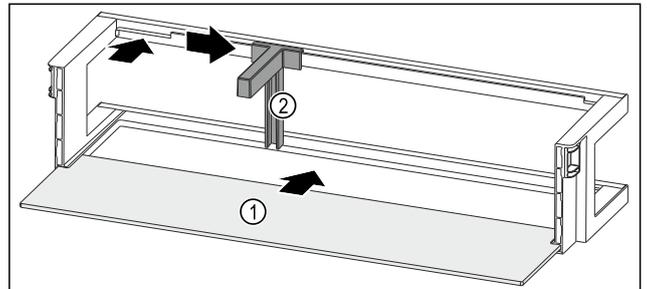

Fig. 114 Türabsteller mit Abstellfläche
- ▶ Abstellfläche Fig. 114 (1) in die seitlichen Einsparungen einschieben.
- ▶ Flaschenhalter Fig. 114 (2) in die Aussparung einsetzen.
- ▶ Flaschenhalter Fig. 114 (2) in gewünschte Position zur Seite schieben.